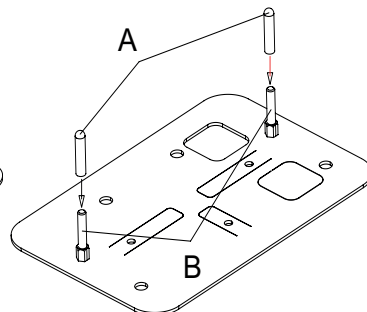

Abb. 4B
- 2) Die Gummistöpsel (Pos. A) auf die soeben in die Platte (Abb. 4B) eingesetzten Schrauben M8x50 (Pos. B) einsetzen. Diese Stöpsel sind insoweit unentbehrlich, als sie das Aushärten des Zements an den Schrauben und dadurch ein künftiges Abdrehen verhindern.